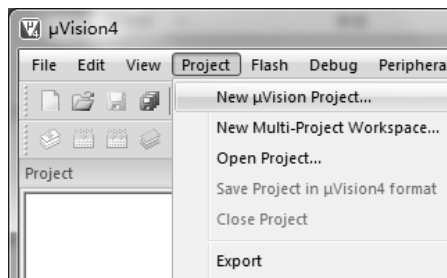
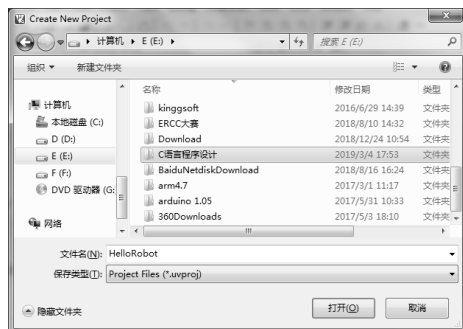

图 1-8 “Project” 菜单
图 1-9 “Create New Project” 对话框
(1) 单击“Project”菜单，会出现如图 1-8 所示的菜单画面，选择“New μ Vision Project...”命令，将出现如图 1-9 所示的对话框。在对话框目录栏中选择项目文件的存储目录，双击选中的目录或者单击“打开”按钮，或者直接在文件名中输入文件名，“打开”按钮会自动变为“保存”按钮。